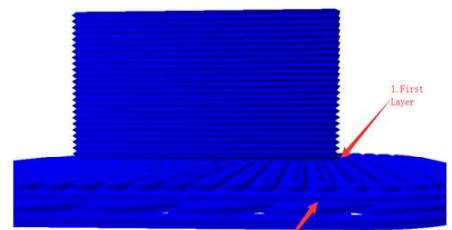
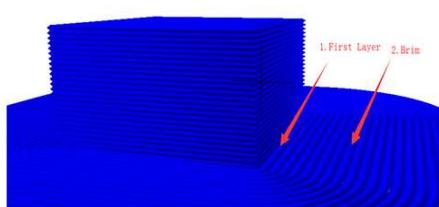
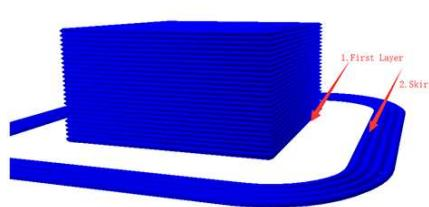

图 12
图 13
图 14
7. 初始层速度（单位mm/s）：即模型第一层的打印速度，如图 11、图 12、图 13、图 14 中的序号 1 的部分即为模型的第一层，初始层速度即为这些部分的打印速度。